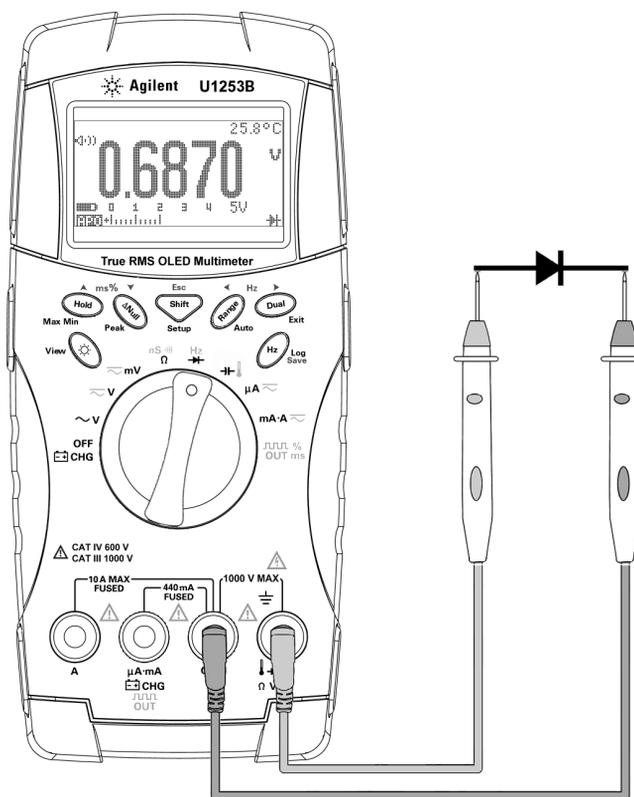

Figura 2-12 Misurazione della polarizzazione diretta di un diodo
- 3 Collegare il puntale di misura rosso al terminale positivo (anodo) del diodo e il puntale di misura nero al terminale negativo (catodo). Consultare la Figura 2-12 a pagina 48.